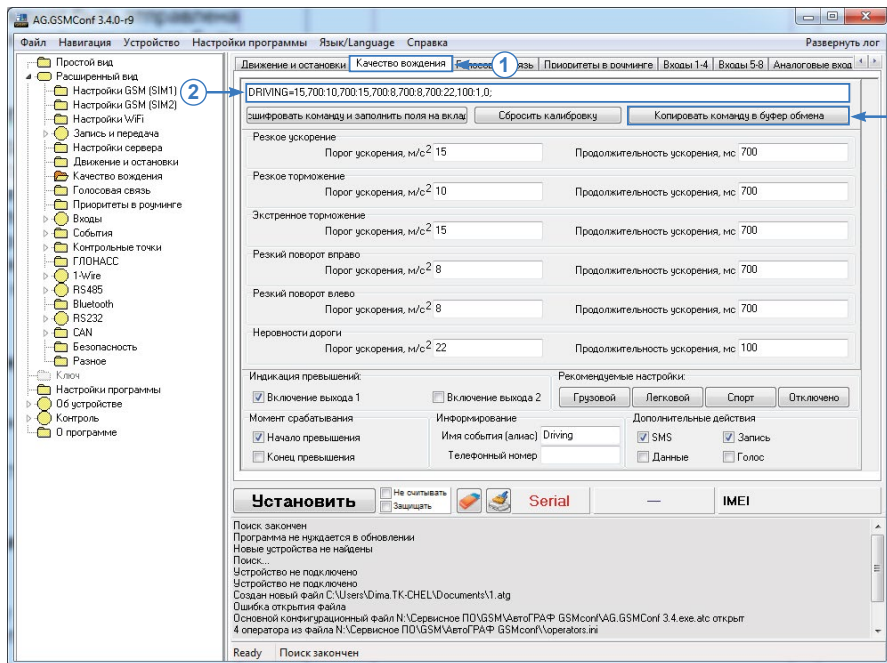

Рис.2. Формирование команды DRIVING для отправки датчику TK-EcoDrive.
- запустите программу «AG.GSMConf» и перейдите на вкладку «Качество вождения» (**Рис.2, п.1**);
- установите необходимые параметры на вкладке. Выбранные на вкладке значения автоматически будут заноситься в поля программы удаленной настройки DRIVING, которая отображается в поле вверху вкладки (**Рис.2, п.2**);
- скопируйте команду в буфер обмена, нажав соответствующую кнопку на вкладке (**Рис.2, п.3**);